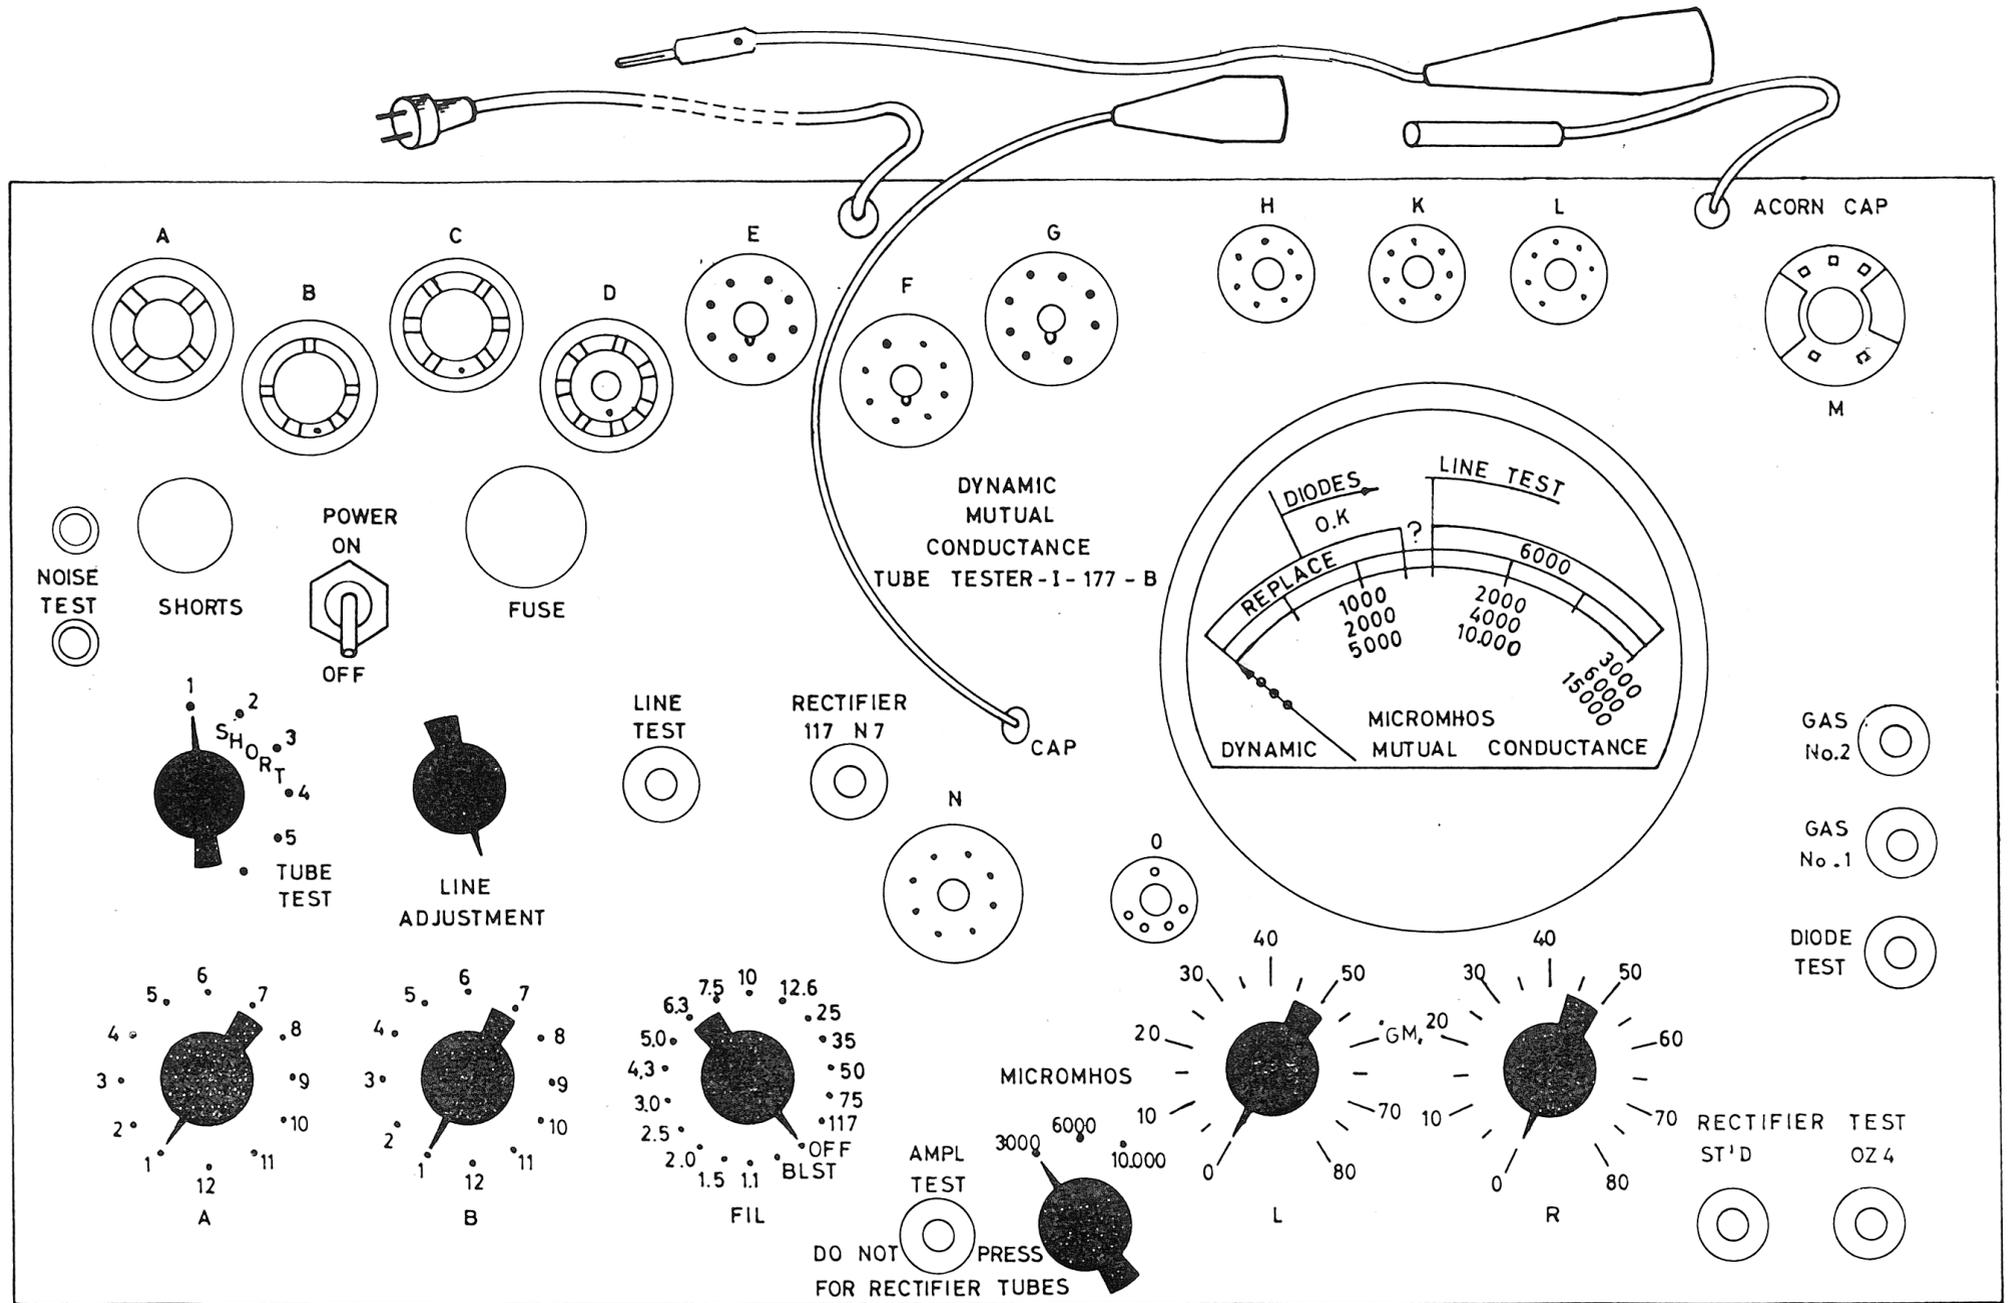

Fig.1
## 3. Description (fig 1)
a. La figure 1 représente le panneau-avant de l'appareil.